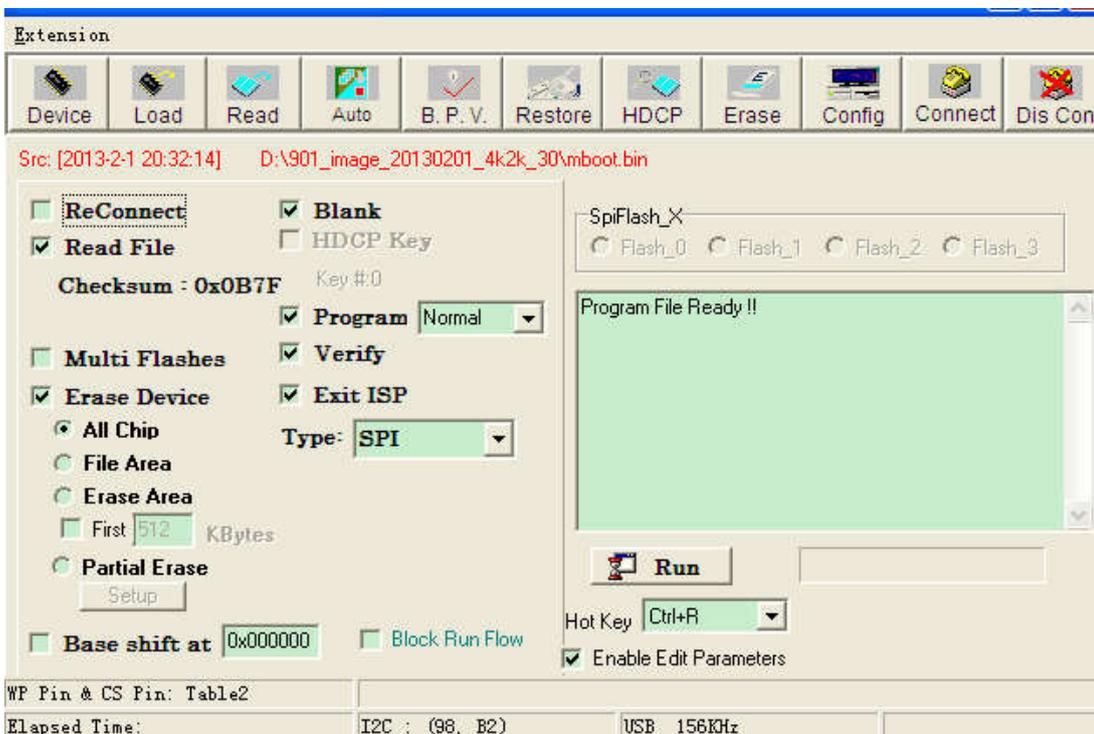
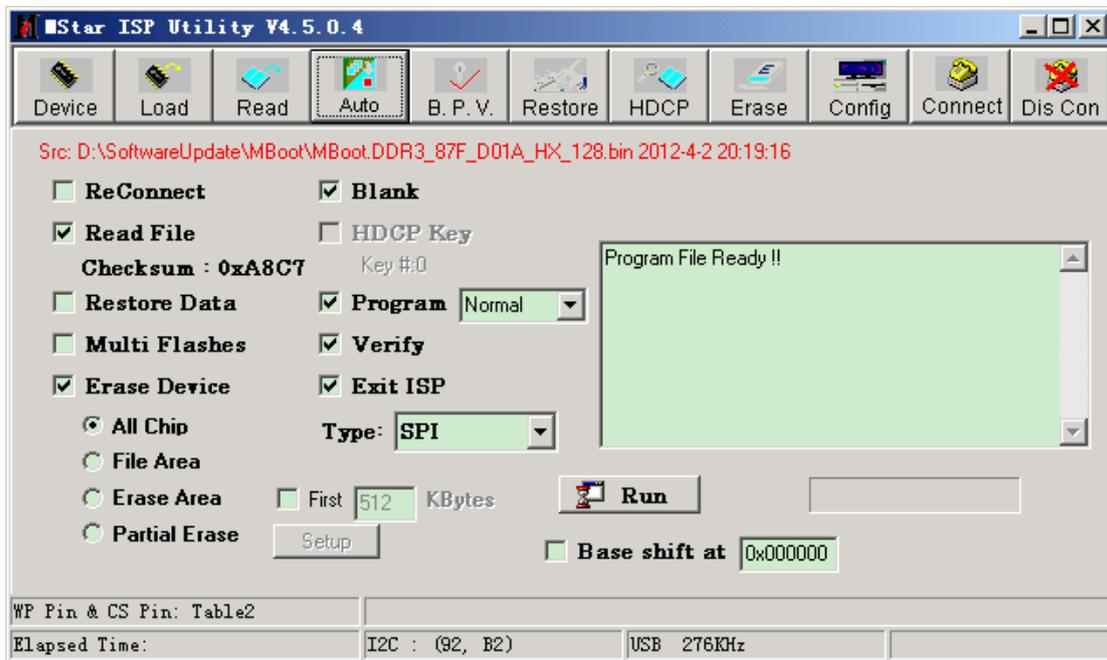

图 3.6
图 3.8
9) Mboot 文件选定后，点击“Auto”按钮，如下图 3.6。
备注: 对于图 3.6 中 “Auto” 下的设置, 一般就可以成功升级; 特殊的, 也可以设置如下图 3.8 (即左栏选择 All Chip 模式), 这种设置方式, 烧写 Mboot 更为彻底, 少些时间要长一些。